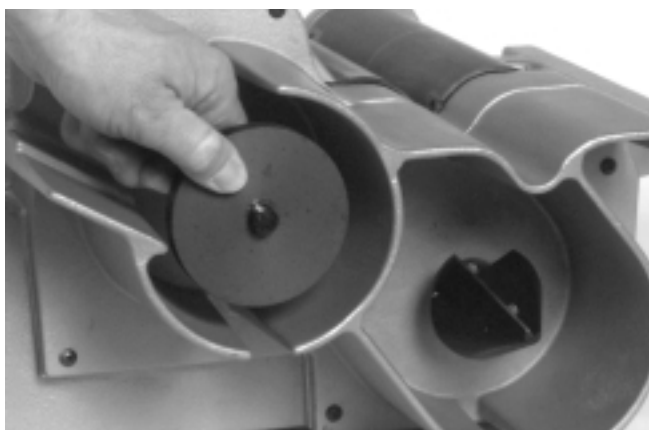

Figure 11 – Installation du disque d'ébarbage
3. Retirez la brosse et le disque d'ébarbage (*Figure 11*).